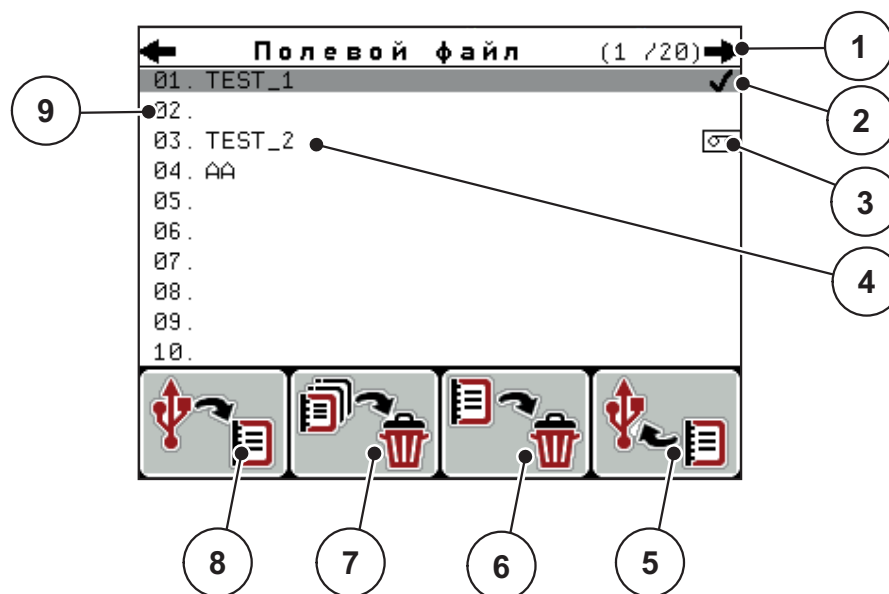

Рисунок 4.20: Меню «Полевой файл»
2. Нажмите функциональную клавишу **F1** (см. Рис. 4.20).
2. Нажмите функциональную клавишу **F4** (см. Рис. 4.20).
3. Нажмите функциональную клавишу **F3** под символом **удаления** (см. Рис. 4.20).
2. Нажмите функциональную клавишу **F2** под символом **Удалить все** (см. Рис. 4.20).